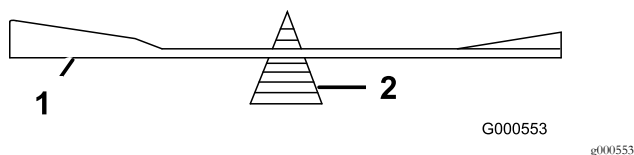

Figure 54
2. Vérifiez l'équilibre de la lame en la plaçant sur un équilibreur (Figure 54).